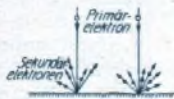

Abb. 3. Glatte Oberflächen erleichtern das Austreten von Sekundärelektronen.
Abb. 3 zeigt die Kennlinien einer Dreipolröhre sowie einer Spannung der Anodenstromquelle und zu einem recht kleinen Widerstand gehörige Gleichstrom-Arbeitskennlinie. Diese ist wegen des geringen Widerstandes nur wenig geneigt. Auf ihr liegt der Arbeitspunkt, der hier durch eine negative Gittervorspannung von 250 V von 4 V bestimmt wird.
Abb. 3. Röhrenkennlinien und Gleichstrom-Arbeitskennlinie (für 160 V Spannung der Anodenstromquelle und 9 kΩ Gleichstromwiderstand, der sich z. B. aus 8,5 kΩ Beruhigungswiderstand und 0,5 kΩ Drahtwiderstand der Übertrager-Eingangswicklung zusammensetzt). Arbeitspunkt für -3,8 V Gittervorspannung.
3. Von der Beschaffenheit der Oberfläche der emittierenden Schicht; glatte Oberflächen ergeben keine Hindernisse (Bild 3), raue Oberflächen halten eine große Zahl der Sekundärelektronen zurück (Bild 4). Als Beispiele für die künstliche Erschwerung des Sekundärelektronen-Austrittes seien bei den Verstärkerröhren die beruhte Vollandode und bei Maschenanoden die Graphitierung der Kolbeninnenwand genannt, die beide auch den Zweck haben, die Flächen „aufzurauen“.